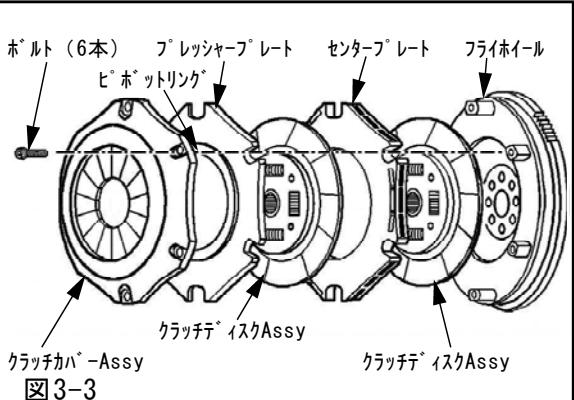

図3-3
- (3) フライホイールフェイス面およびセンタープレート、プレッシャープレートの摩擦面を脱脂してください。
- (4) 図3-3に示す様にそれぞれの順番とバランス取りペイントを同一箇所に合わせ取付ける形となりますので確認しておいてください。
クラッチディスクAssyには向き(PUT THIS SIDE TO WARD T/M)が刻印されていますので、この刻印をトランスマミッション側に向け取付けてください。間違った組付けを行いますと、正常に機能しませんので、十分な確認をしてから取付けを行ってください。(図3-3)